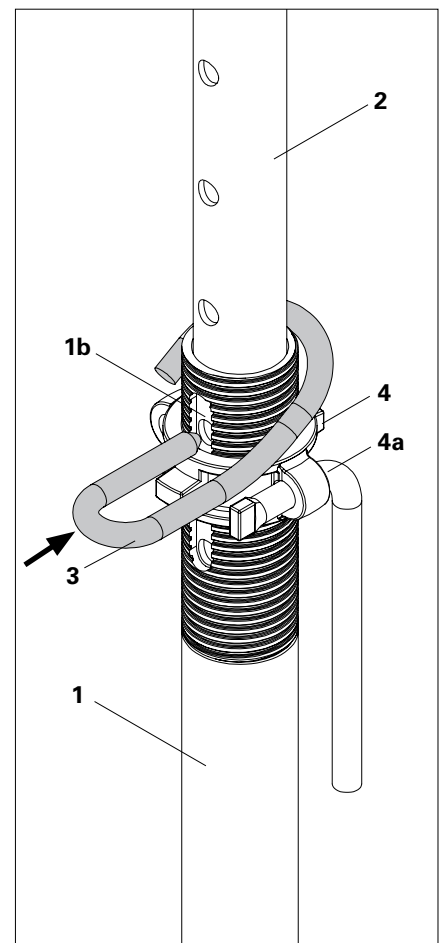

Fig. A1.01a
3. Inserire la spina di regolazione a G (3) nel foro visibile e spingerla nel tubo interno. (Fig. A1.01a)
4. Ruotare la ghiera di regolazione (4) con la maniglia (4a) fino alla misura desiderata. (Fig. A1.01a)